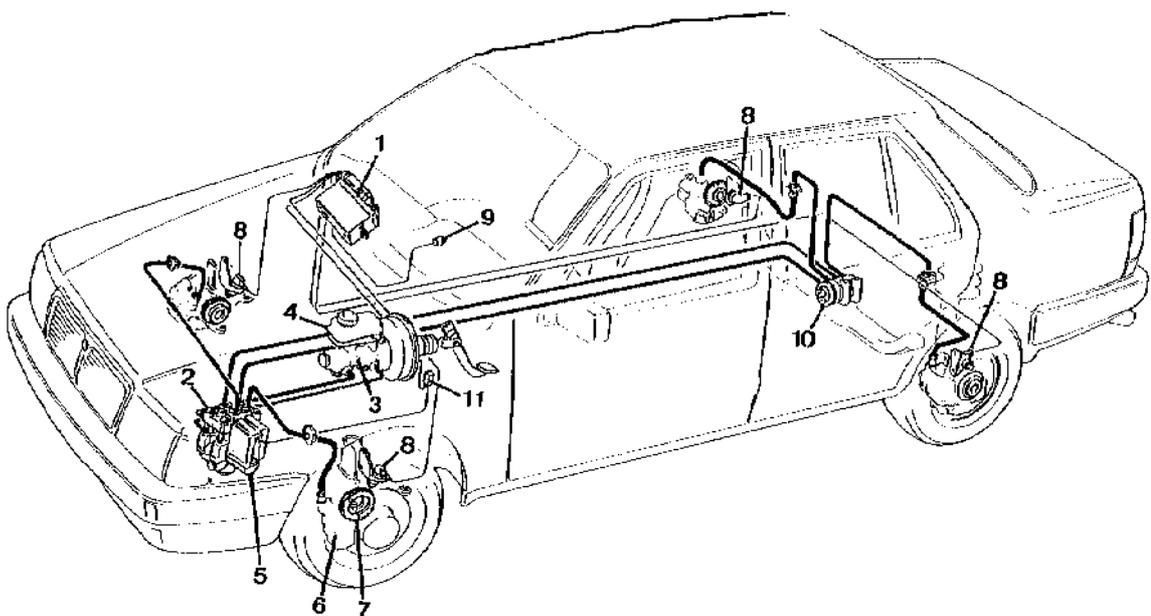

Fig.1: implantation des éléments
1.1 Effets d'un freinage très puissant: (fig 1)